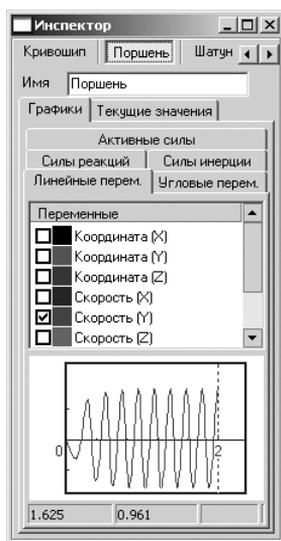

Рис. 2.77. Окно **Инспектор** с графиком скорости перемещения поршня
- щелкните на панели инструментов системы **Универсальный механизм Express** по кнопке  – **Запустить процесс моделирования**. Начнется построение графика скорости в нижней части окна **Инспектор**, см. рис. 2.77;